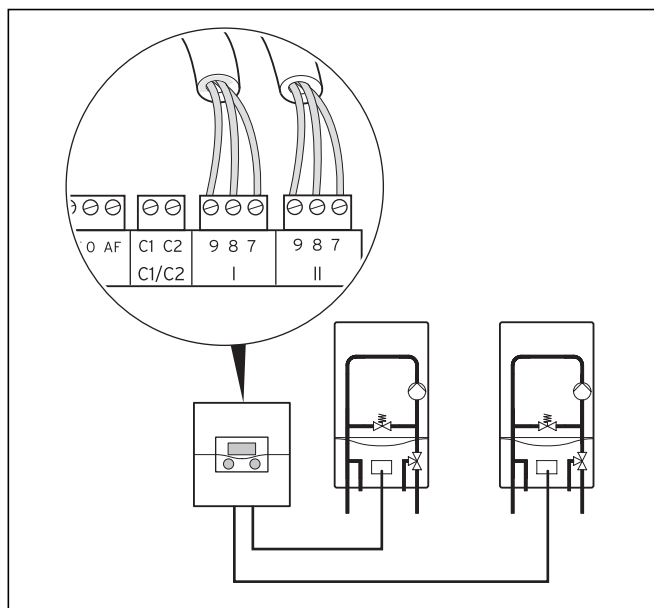

Fig. 5.14 Collegamento di una seconda cascata
- Connettere una cascata a due direttamente al supporto a parete (→Fig. 5.14).